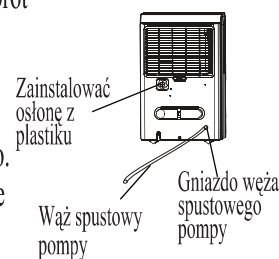

Fig.11
- Odłączyć wąż do ciągłego spuszczenia wody od urządzenia i przykręcić plastikową osłonę na gnieździe odpływowym urządzenia poprzez obrót w prawo (zgodnie z ruchem wskazówek zegara). (Patrz Rys.11)
- Włożyć wąż spustowy do wylotu spustowego pompy na głębokość co najmniej 15 mm (Patrz Rys.11) a następnie odprowadzić do odpływu podłogowego lub urządzenia drenażowego.